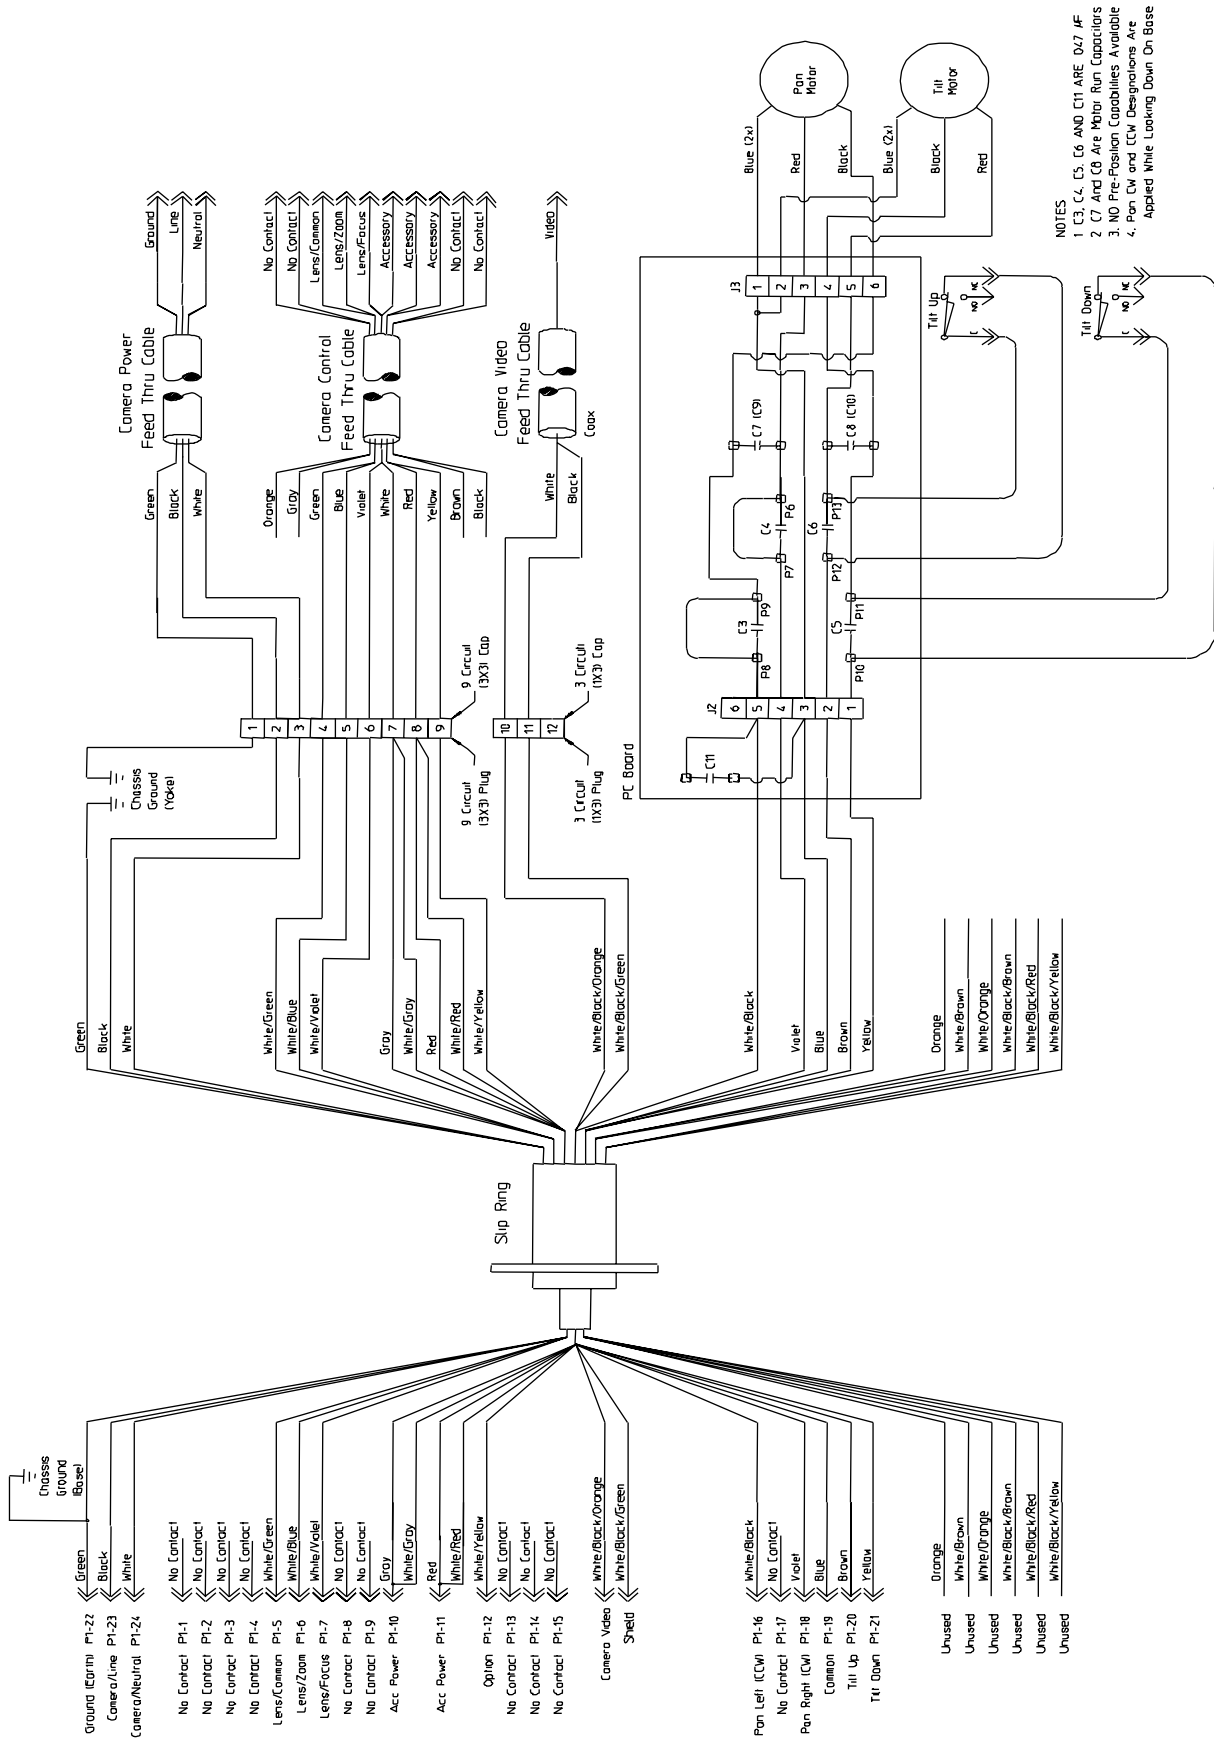

Figura 7: Diagrama das Ligações de Fios - Modelos de 360°
19. Consulte a **Figura 7** em Diagramas das Ligações de Fios para obter os esquemas de ligação dos fios.
Estes modelos permitem o funcionamento rotativo (horizontal) a 360 graus. Não possuem paragens da rotação. Estas unidades podem ser manualmente rodadas para a esquerda ou para a direita, ou podem rodar continuamente para a esquerda ou direita através da activação automática da rotação horizontal. A activação da função automática da rotação horizontal requer a ligação de fios ao pino 16 (Rotação Horizontal Esquerda), pino 18 (Rotação Horizontal Direita) e pino 19 (Comum). Consulte a **Figura 7**.